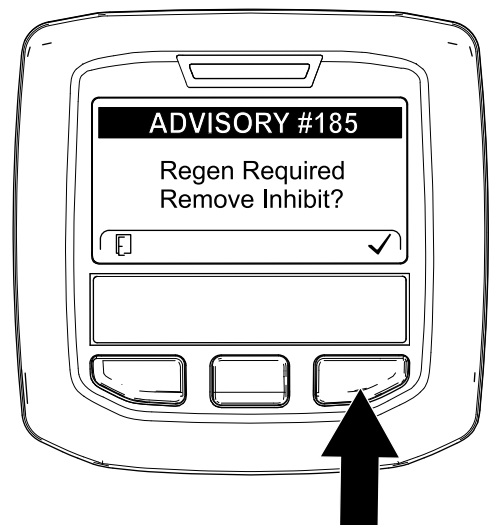

Figure 78
**Remarque:** Si l'option INHIBIT REGEN est à ON, l'InfoCenter affiche ADVISORY #185 (avis n° 185) (Figure 78). Appuyez sur le bouton 3 pour faire passer l'option d'interdiction de régénération à OFF (désactivée) et poursuivez la procédure de régénération commandée.